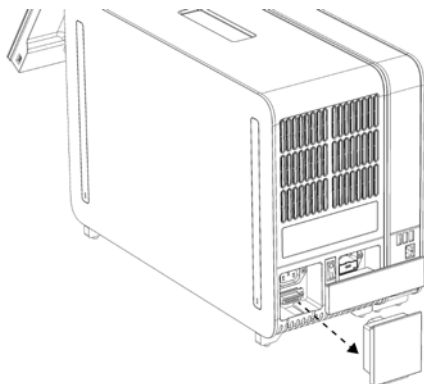

Abbildung 12: Entfernen des Abschlussstücks
- 1d. Entfernen Sie das Abschlussstück von der Rückseite des Analysemodul (Abbildung 12).